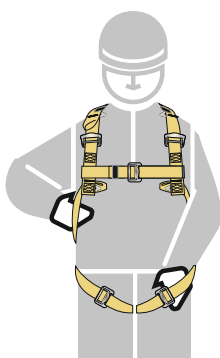

рис. 7
8. Проверить правильность натяжения всех лямок привязи. Натяжение должно быть таким, чтобы между лямкой и телом пользователя можно было просунуть руку (рис. 7).